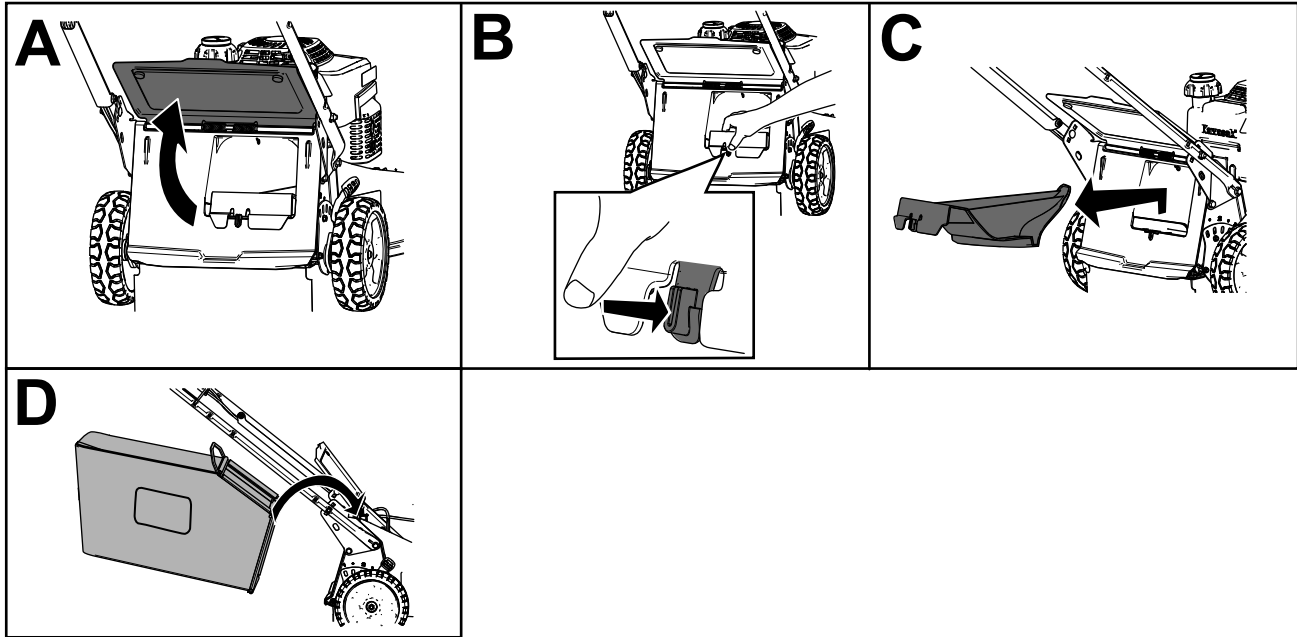

Bild 20
2. Heben Sie das hintere Ablenkblech an und halten Sie es hoch (A in Bild 20).
3. Drücken Sie zum Entfernen der Heckauswurfklappe mit dem Daumen auf den Riegel und ziehen die Klappe aus der Maschine (B und C von Bild 20).
4. Setzen Sie die Enden der Fangkorbstange in die Kerben an der Unterseite des Holms ein und bewegen den Fangkorb nach vorne und hinten, um sicherzustellen, dass die Enden der Stange richtig in den Kerben sitzen (D von Bild 20).